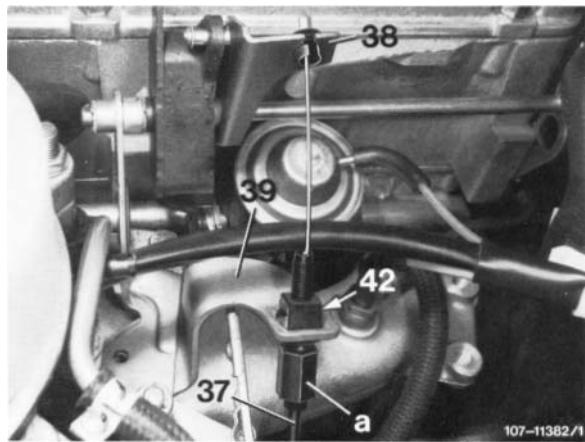

Bild 1
1 Kann der Seilzug (37) nicht an der Regulierung montiert werden, neue Regulierwelle (38) und Lagerbock (39) einbauen (Bild 1).
2 Seilzug (37) am Lagerbock (39) einclippen und mit der Klammer (42) sichern. Anschließend Drahtlitze an der Regulierwelle (38) einhängen (Bild 1).